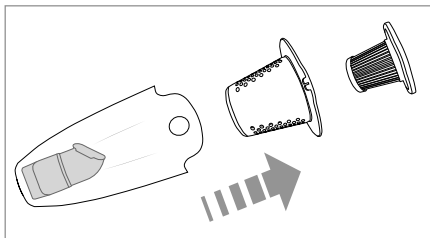

Abb. 5
- 3) Ziehen Sie den EPA-Filter **7** und den Grobfilter **8** aus dem Schmutzbehälter **9** heraus (Abb. 5). Klopfen Sie beide Filter **7/8** in einem Abfallbehälter aus. Bei Bedarf können Sie die Filter **7/8** mit klarem Wasser abspülen. Lassen Sie die Filter **7/8** anschließend an der Luft vollständig trocknen, bevor Sie sie wieder einsetzen.